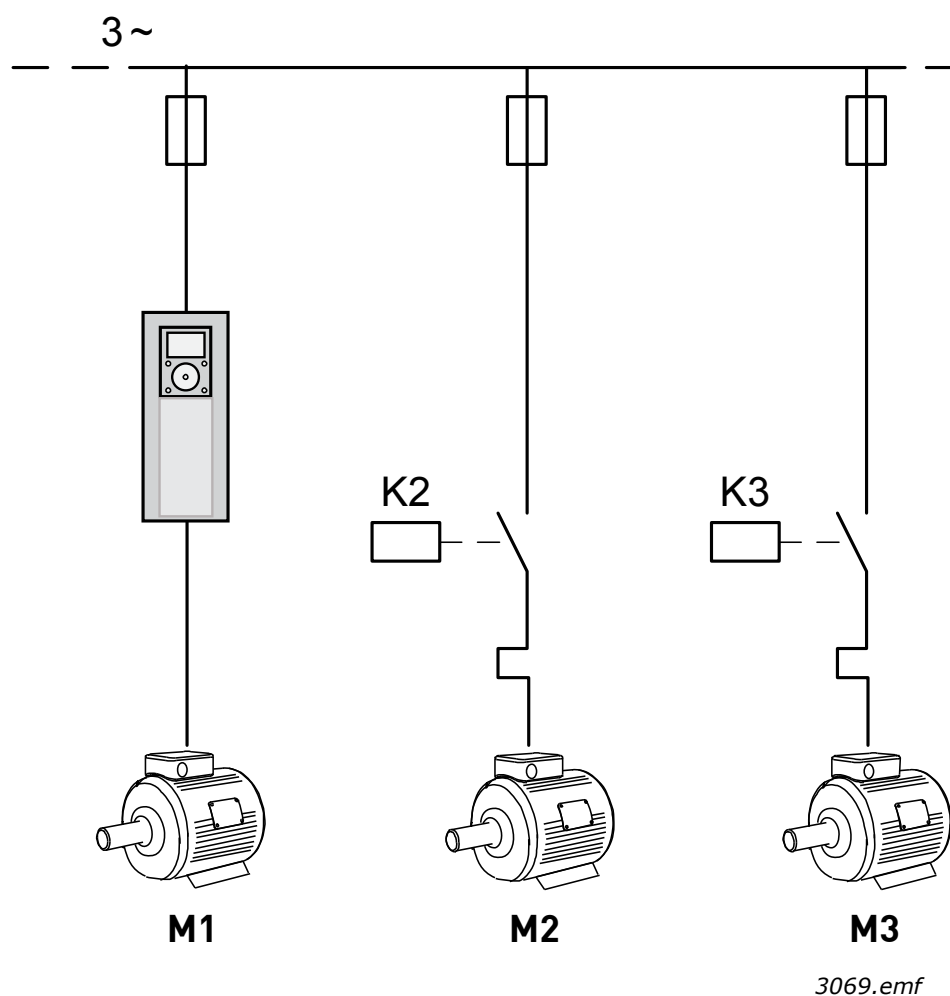

Abbildung 10. Hauptregelschema, wenn nur Hilfsmotoren automatisch gewechselt werden
**HINWEIS:** Unterschiedliche Anschlüsse, abhängig vom gewählten Autowechselmodus (siehe Abbildung 10 und Abbildung 11).